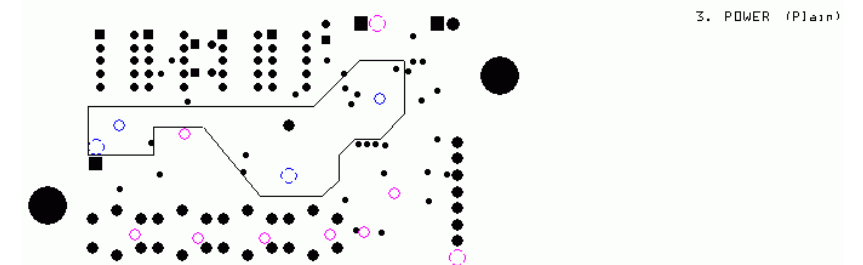

рис. 7-29
**PWR** (рис. 7-29). То же самое. Plain-слой, разделённый на две зоны различного питания obstacle Copper Pour. Толщина obstacle, как Вы знаете, определяет зазор между зонами.